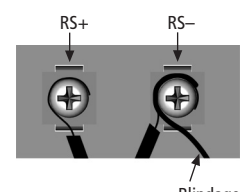

Figure 3
4. Dénuder l'extrémité de chaque fil sur environ 6,4 mm (1/4 po) et façonner un petit crochet. Le placer derrière la vis et la rondelle à chaque borne qui correspond au fil identifié et serrer fortement. (Figure 3) Enclencher le couvercle frontal sur le boîtier arrière.